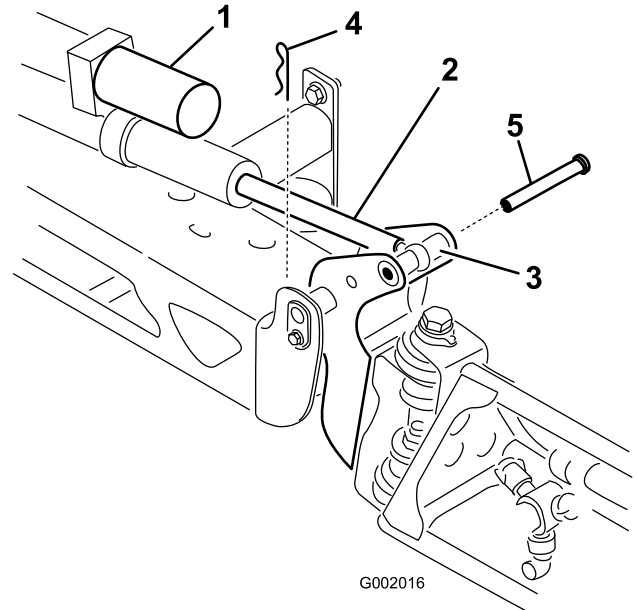

Figure 18
2. Retirez la goupille fendue de l'axe de pivot (Figure 18).
3. Soulevez la rampe et déposez l'axe (Figure 18).
8. Tout en maintenant la rampe, insérez l'axe dans le pivot de rampe et la tige d'actionneur (Figure 18).